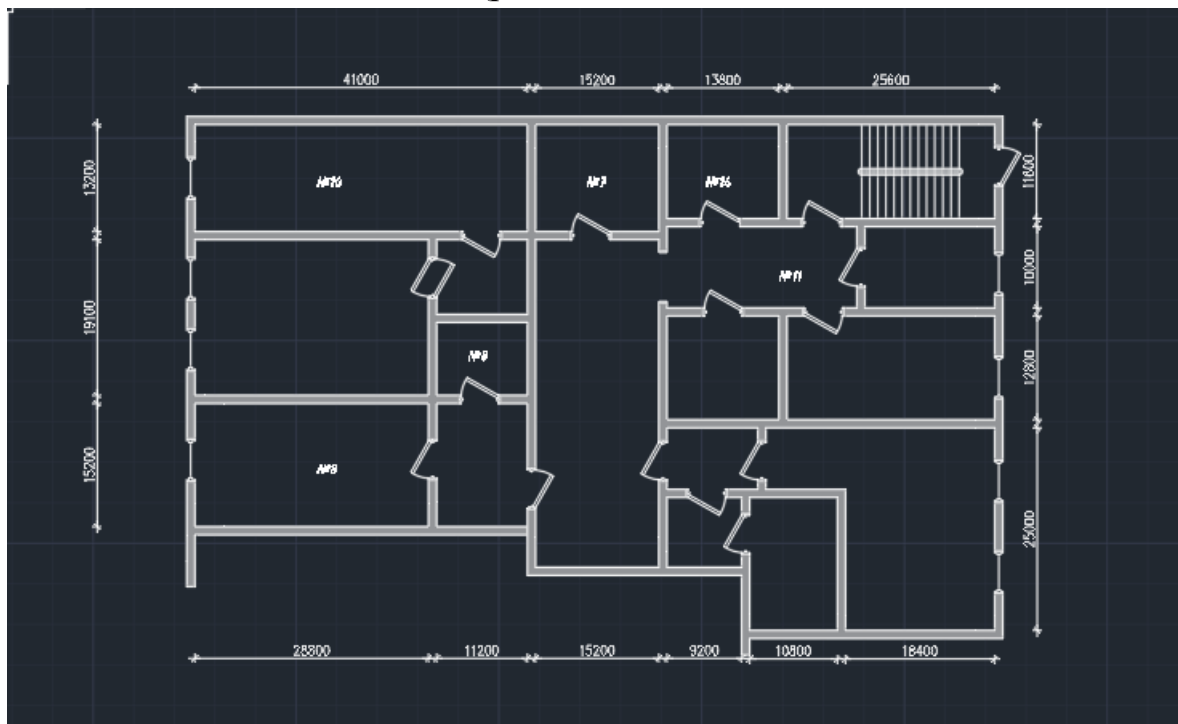

Рисунок 3.1 – План будівлі
1. Ознайомлення з даним планом (рис.3.1).